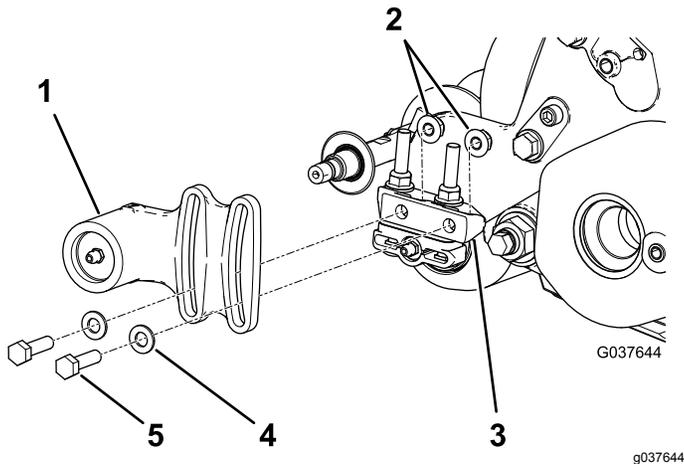
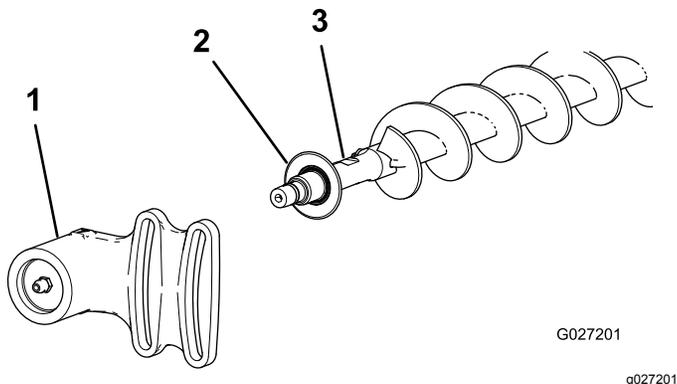

Figura 20
Figura 21
1. Se sull'apparato di taglio è installata una spazzola per rulli, toglieete i 2 bulloni, le rondelle e i dadi che fissano l'alloggiamento del cuscinetto secondario alla staffa di montaggio dell'alloggiamento del cuscinetto (Figura 20 e Figura 21).
2. Fate scorrere l'alloggiamento del cuscinetto secondario e la guarnizione fino a estrarle dall'albero della spazzola (Figura 21).
9. Installate la guarnizione e l'alloggiamento del cuscinetto secondario sull'albero della spazzola (Figura 21).